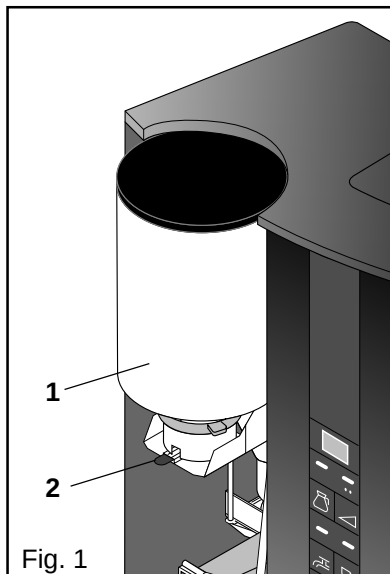

Fig. 1
- føres ind skråt oppefra (fig. 1),
- sættes på sipladeholderens konsol (1) (fig. 1),
- skubbes i vandret position frem til skraberarmens holder (2) (fig. 1),
- Monter sipladen. Vær opmærksom på at låsetappen går i indgreb og at sipladen føres af skraberarmene. Sørg for at skiven (1) sidder rigtigt. (Den glatte side skal vende ind mod pakningen (2)) (fig. 1, 2).
- Tryk på tappen (2) nederst på beholderkonsollen, tag ingrediensbeholderen (1) ud og tøm den (fig. 1).
- Lås pengekasen (1) op (fig. 1).